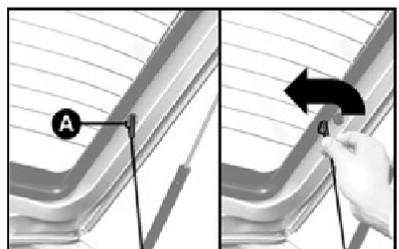

fig. 63
1) Soltar as extremidades superiores **A-fig. 63** dos dois tirantes, desprendendo as argolas dos pinos.